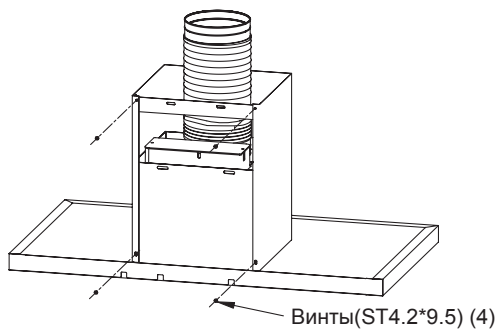

Рис. 5
- Закрепите воздуховод и вытяжную трубу на корпусе вытяжки, установите вытяжную трубу на кронштейн. См. Рис. 5.